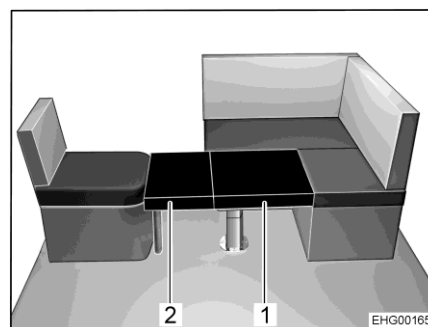

Fig. 121 Après la transformation
- Accrocher l'équerre de support (Fig. 122,2) de la planche supplémentaire au siège individuel et poser le coussin supplémentaire (Fig. 121,2) sur le plateau de table.
- Poser le second coussin supplémentaire (Fig. 121,1) sur le plateau de table.